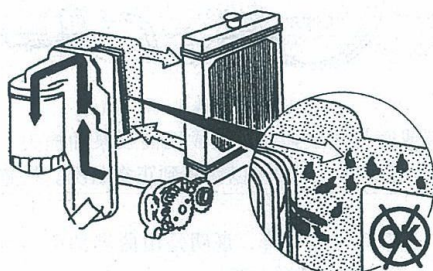

图 1-334 机油冷却器密封垫损坏造成机油稀释
- 1) 机油冷却器密封垫损坏造成冷却液泄漏, 使机油被稀释, 见图 1-334。